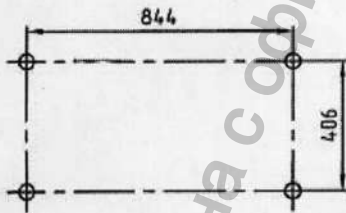

Рис. 3.
Кресло рекомендуется крепить к полу с использованием крепежа М8 - М10 (см. рис.3.).
3. Рис. 3. Разметка расположения болтов крепления кресла в стоматологическом кабинете.
6.2. Рекомендуется основание кресла крепить к полу 4-мя болтами с резьбой М10 через отверстия в амортизаторах. (Разметку крепления см. рис. 3).